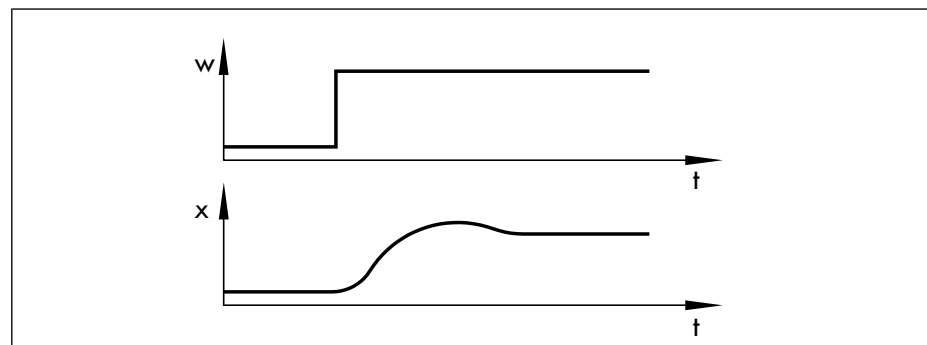

Bild 17: Führungsverhalten
- ▶ Das Führungsverhalten wird danach beurteilt, wie schnell und exakt die Regelgröße einen neu vorgegebenen Sollwert erreicht (Bild 17).